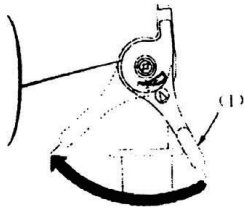

Fig. 12 (1) Leva dell'acceleratore
- 4) Spostare la leva dell'acceleratore leggermente a sinistra. (Fig. 12)